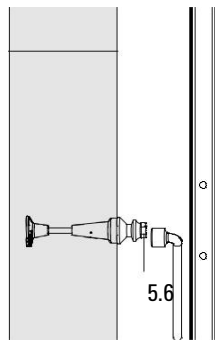

Fig. B1.31
3. Разхлабете окачващия пръстен и болта M24 x 120 (5.6) от предишния сегмент за бетониране с ключ SW 36 и демонтирайте. (Fig. B1.31)
3. Разхлабете окачващия пръстен и болта M24 x 120 на предишния сегмент за бетониране с ключ SW 36 и ги демонтирайте. (Fig. B1.31)